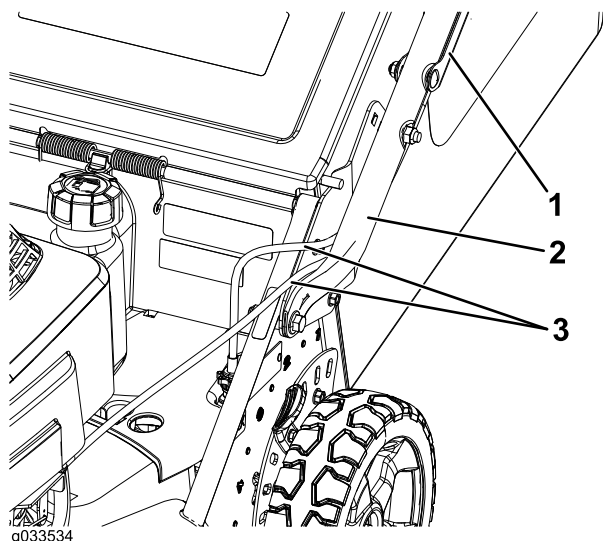

Figura 4
- Disponete i cavi di controllo tra il piatto e la stegola per proteggere i cavi da eventuali danni (Figura 4).